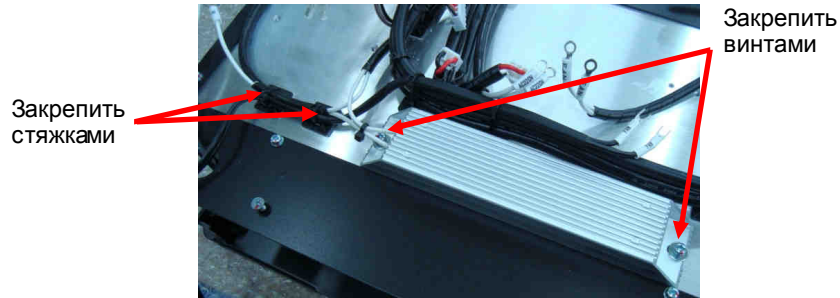

Рис. 7.8.
7.4.4. Установить резистор предзаряда на радиатор, закрепив двумя винтами (рис. 7.8). Провода от резистора предзаряда закрепить стяжками.